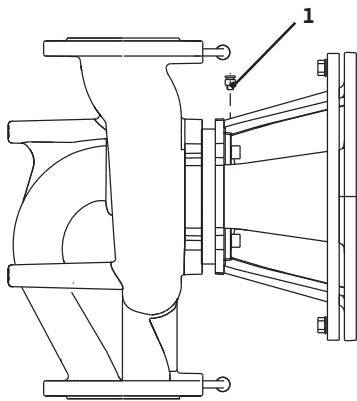

Fig. 40: Ontluchtingsventiel
- Pompen ontluchten door de ontluchtingsventielen los te maken (Fig. 40, pos. 1). Droogloop beschadigt de mechanische afdichting van de pomp. De verschildruksensor mag niet worden ontlucht (gevaar voor beschadiging).